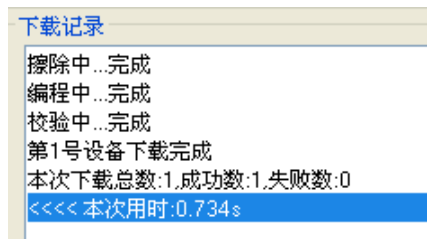

图 2.3.4
i. 下载结束，软件会在 “下载记录” 栏显示当前下载状态，下载成功如图 2.3.4；